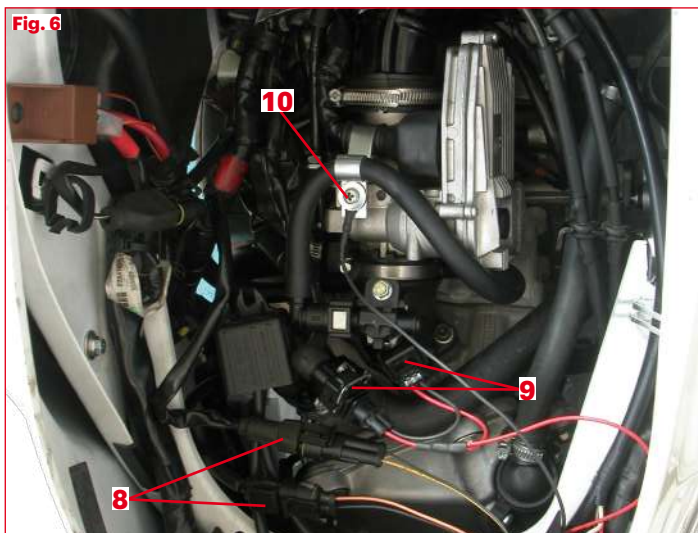

Fig. 7
Art. 5514747 - 5514749 - 5514750 - 5519172B - 5515785 - 5515786 - 5516341B (Fig. 7)
- Die auf dem Auspuff positionierte Lambdasonde (11) wurde ermittelt, die Kabelverbindung bis zum Konnektor führen (12).
- Die beiden Konnektoren trennen und den O2-Regler zwischenschalten (Fig. 7).
- Tras identificar la sonda lambda (11) posicionada en el silenciador, siga el cableado hasta alcanzar el conector (12).
- Desconecte los dos conectores e introduzca el O2 controller (Fig. 7).